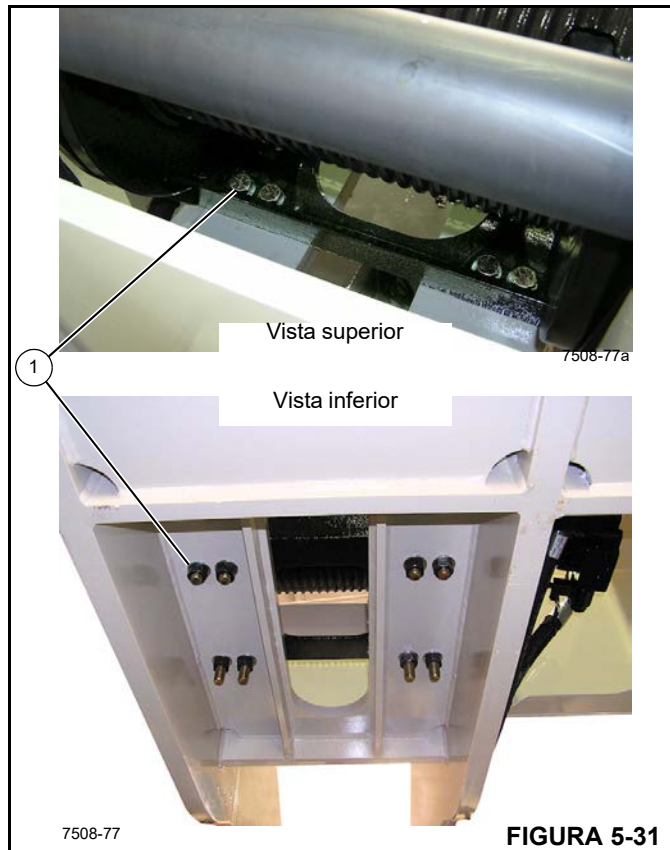

FIGURA 5-31
Apriete los ocho (8) pernos de montaje de 3/4 pulg (1, Figura 5-31) a 272 Nm (200 lb-pie).